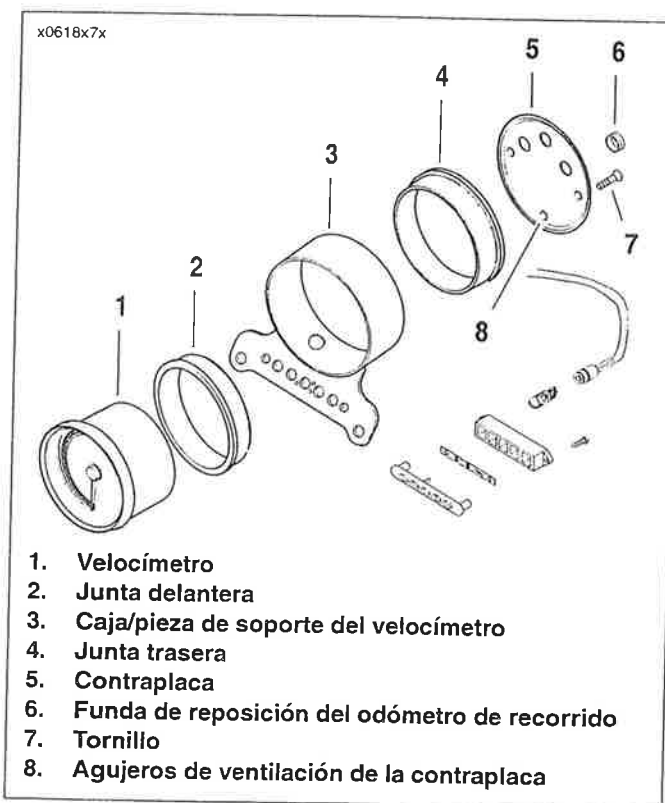

Figura 7-72. Componentes del velocímetro (XL 883/XL 883L)
2. Vea la Figura 7-72. Desenrosque la funda de reposición del odómetro (6) de la parte trasera de la caja/pieza de soporte (3).
3. Extraiga los tornillos (7) que sostienen la contraplaca de la caja del velocímetro (5).
5. Empuje para sacar el velocímetro (1) y junta delantera (2).
6. Inspeccione las juntas delantera (2) y trasera (4), conector [39] del velocímetro y cableado, interruptor de reposición de recorrido y funda de reposición de recorrido (6). Repare o reemplace según se requiera.
2. Vea la Figura 7-72. Instale la junta delantera (2) en el velocímetro (1).